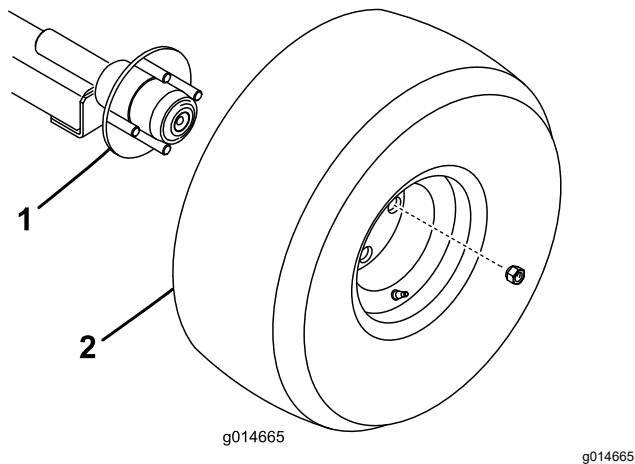

Рисунок 5
1. Прикрепите колеса в сборе к ступицам вала с помощью 4 зажимных гаек (Рисунок 5). Затяните гайки с моментом 108 Н·м.